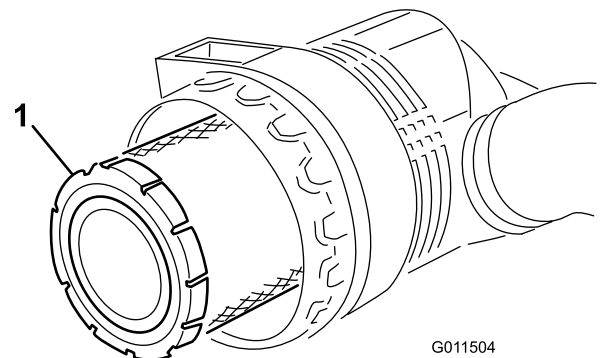

Figure 53
5. Déposez et remplacez le préfiltre (Figure 53).